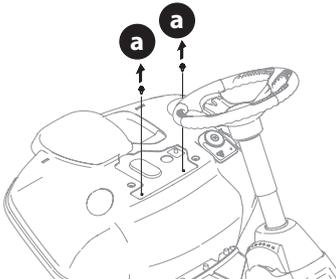

Figure 5
- Retirez les deux vis autotaraudeuses (a) installées en usine sur la tondeuse à siège (Figure 5).